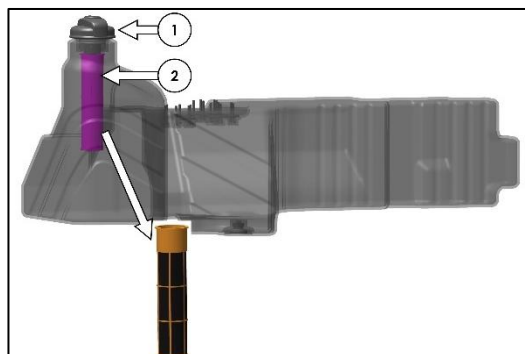

Fig. 271 : CRÉPINE DU RÉSERVOIR DE CARBURANT
1. Retirer le bouchon du réservoir (élément 1 sur la Fig. 271).
2. Extraire la crépine (élément 2 sur la Fig. 271) du réservoir de carburant.